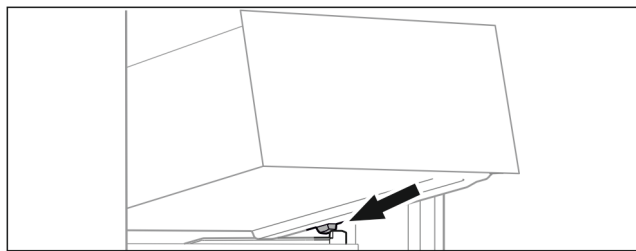

Fig. 14
- ▶ Placer le tiroir, en l'inclinant, derrière les butées sur la nervure de récipient Fig. 14 (1).